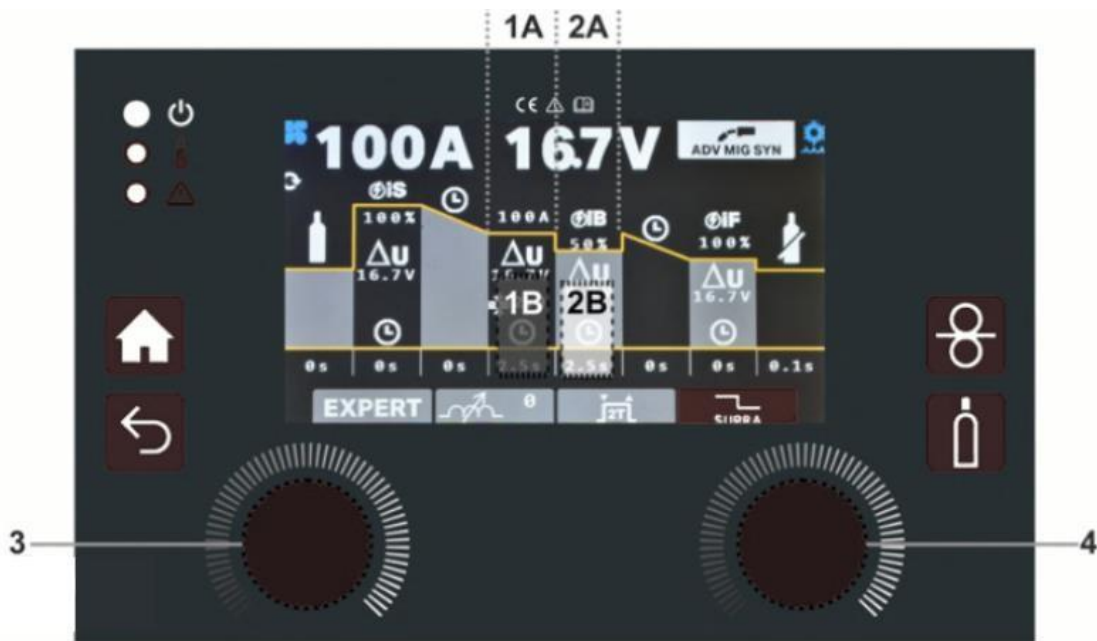

Fig. 9
- Para seleccionar la soldadura SUPRA, que es una soldadura pulsada (una alternancia entre dos niveles de potencia) con el modo de transferencia de cortocircuito – gire el encoder lateral derecho (nr. 4 - Fig.9) hasta que se seleccione el botón SUPRA (color rojo), luego gire el mismo encoder lateral derecho hasta que cambie a SUPRA.